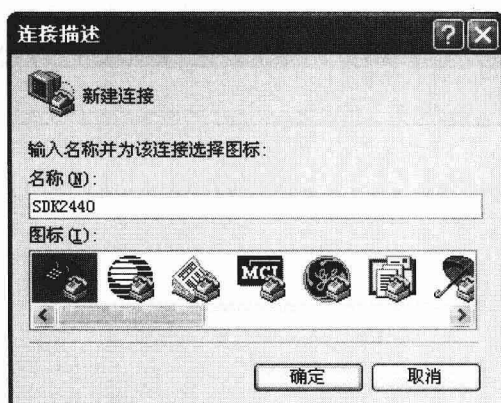

图 1-3 新建超级终端连接名称
② 为新建的超级终端设置一个名称，这里设置为“SDK2440”，如图 1-3 所示。